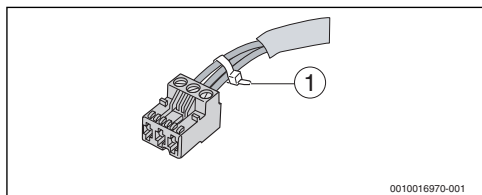

Fig. 80 Fixar fios condutores
- ▶ Fixar os fios condutores a todos os cabos ligados. Isto pode ser efetuado através de um pequeno descarnamento do revestimento do cabo, ou pela braçadeira para cabos perto dos terminais de ligação (→ fig. 80).
- ▶ Fixar os fios condutores a todos os cabos ligados. Isto pode ser efetuado através de um pequeno descarnamento do revestimento do cabo, ou pela braçadeira para cabos perto dos terminais de ligação (→ fig. 80, página 86).